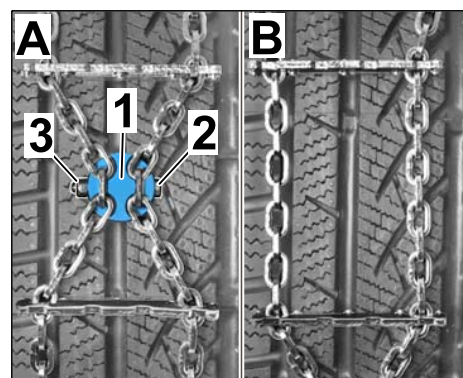

Figura 3
- 1.6.1 "Cortar" cadena antideslizante (⇒ *Figura 3 -A*):
- 1.6.2 "Alargar" la cadena antideslizante (⇒ *Figura 3 -B*):